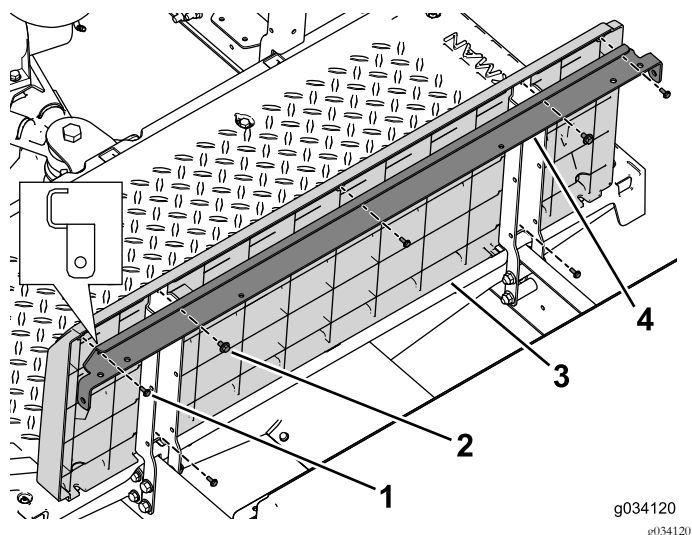

Figura 40
4. Utilize os dois conjuntos de parafuso com anilha (1/4 x 1/2 pol.) para prender o suporte angulado e o painel da base do banco ao suporte do banco esquerdo e direito (Figura 40).
5. Utilize os cinco parafusos (N.º 10 x 1/2 pol.) para prender o painel traseiro à travessa do banco e aos suportes do banco (Figura 40).